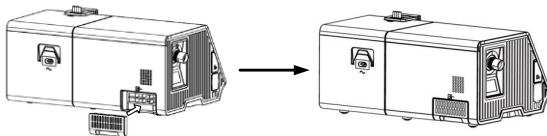

Fig. 11-2
- (2) Instale la tapa del filtro que contiene el filtro de aire al dispositivo principal, como se muestra en la Fig. 11-2.